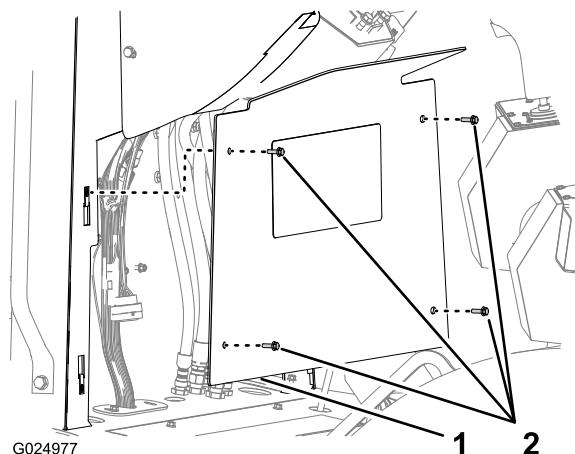

Рисунок 116
1. Выверните 4 болта с шестигранными фланцевыми головками (6 x 20 мм), которые крепят нижнюю панель пульта к пульте, и снимите панель (Рисунок 116).
3. Совместите нижнюю панель пульта с пультом (Рисунок 116).